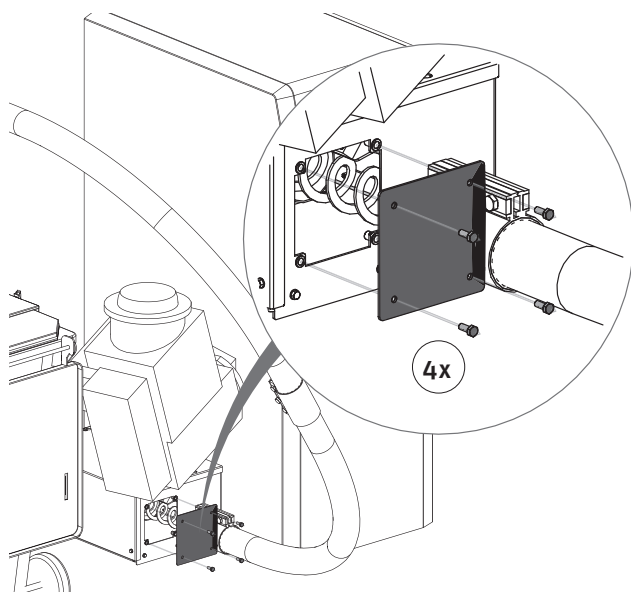
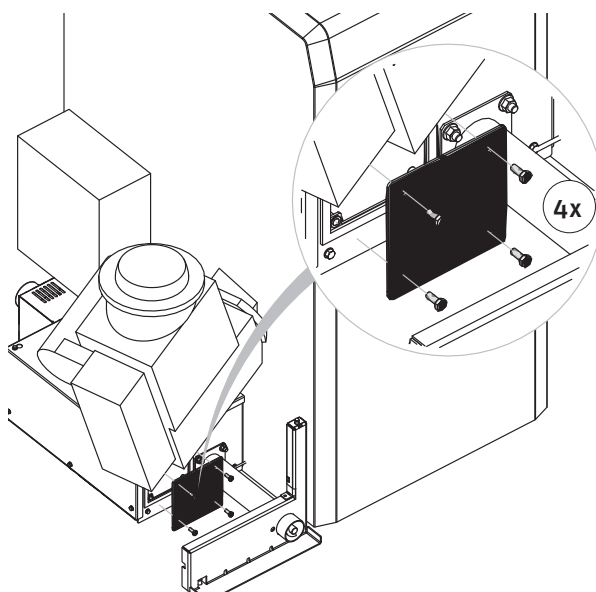

Fig. 76 Deckel entfernen und Ascheraum aussaugen
Fig. 77 Deckel entfernen und Ascheraum aussaugen
- ▶ Deckel bei Sammelbehälter abschrauben (4 Schrauben), Deckel entfernen und Ascheraum aussaugen – Fig. 76, Fig. 77.